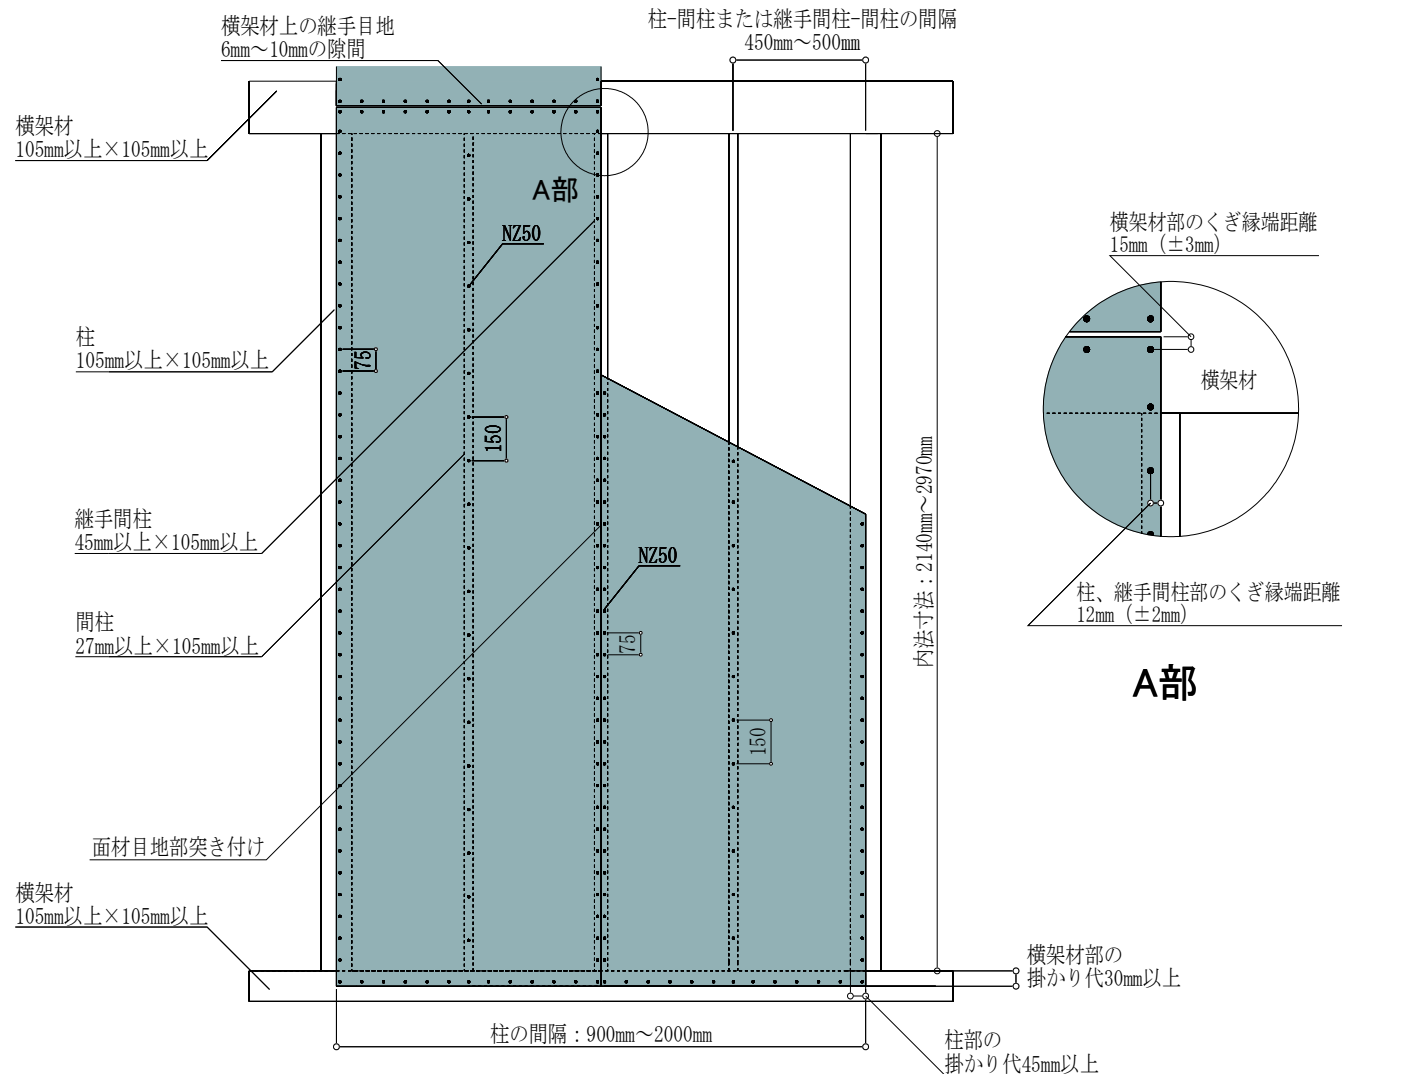

図6 標準仕様 (FRM-0678 : 2.7 倍) 施工概略図 (2P の場合)
施工においては、図6および注意事項に記載の内容を遵守してください。
- ・タイガーEX ハイパーは、原則 1 枚張りとし、縦継ぎ張りについては、P30「⑨縦継ぎ張りについて」をご確認ください。
- ・図 6 は 2P の施工例となっておりますが、1P の場合も耐力壁とできます。